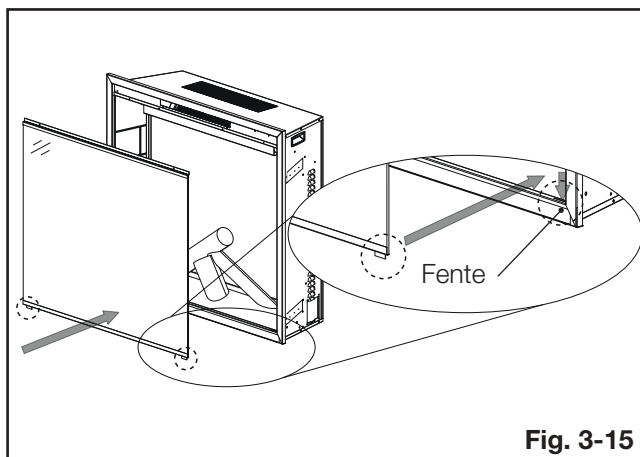

Fig. 3-15
12. Réinstallez la porte vitrée (**Fig. 3-15 et 3-16**).